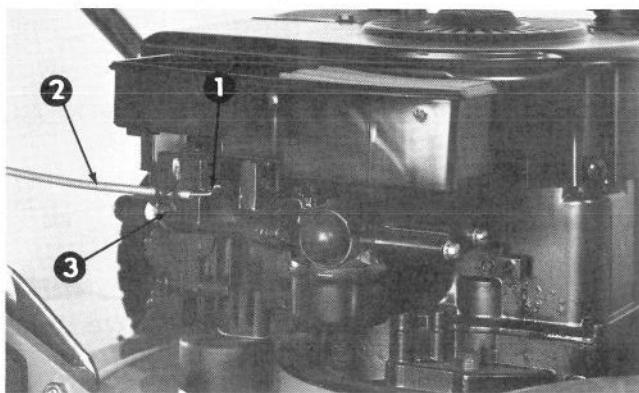

Figure 30
3. Desserrez la vis du serre-câble jusqu'à ce que le câble de commande des gaz puisse glisser librement (Fig. 30).
4. Déplacez le bras de commande du carburateur vers la gauche jusqu'à ce qu'il vienne en contact avec le support de connexion à la masse (Fig. 30). Tirez le câble de commande des gaz légèrement pour enlever tout le jeu, et serrez la vis du serre-câble pour bloquer l'ajustement.